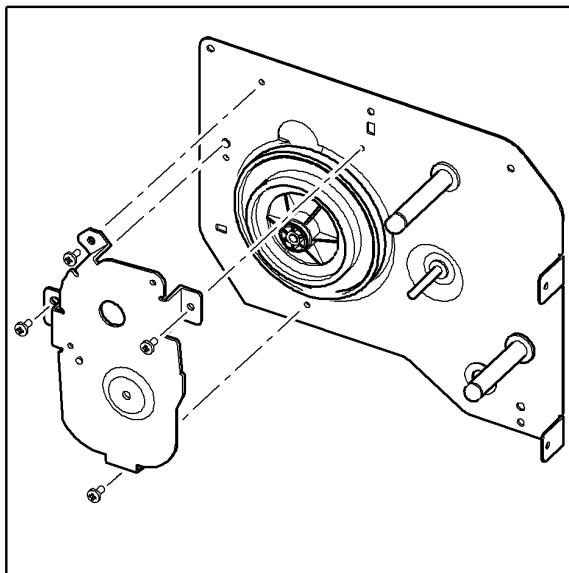

Рисунок 6
9. Выкрутите 4 винта, затем снимите кронштейн двигателя, рисунок 6.